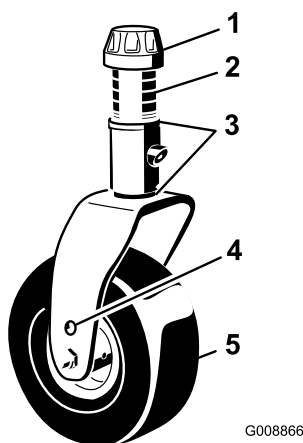

Figura 121
1. Retire el casquillo tensor del husillo y deslice el husillo fuera del brazo de la rueda giratoria (Figura 121).